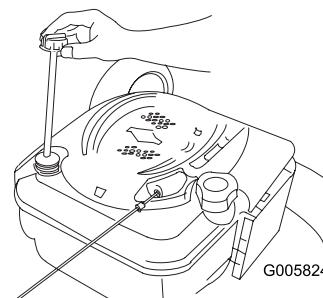

Bild 39
- Ziehen Sie den Peilstab heraus (Bild 39).